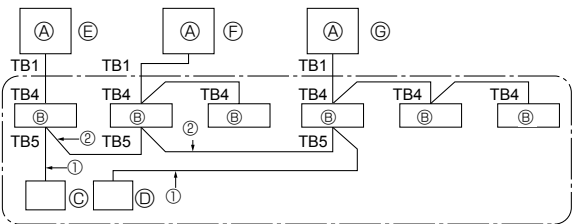

Fig. 9-1
- ① Включите питание (автоматическим выключателем).
- ② После закрытия запорного крана газа установите переключатель SW1-1 на пульте управления наружного прибора в положение ON. Компрессор (наружный прибор) и вентиляторы (внутренний и наружный приборы) начинают работать, и начинается процедура восстановления хладагента. На пульте управления наружного прибора горят индикаторы LED1 и LED2.
- ③ Поскольку прибор автоматически останавливается через приблизительно две- три минуты после процедуры восстановления хладагента (индикаторы LED1 и LED2 горят), необходимо быстро закрыть запорный клапан газа. Пока индикаторы LED1 и LED2 горят и наружный прибор остановлен, полностью откройте запорный клапан жидкости и через 3 минуты повторите шаг ②.
- ④ Отключите питание (автоматическим выключателем).
9. Управление системой (Fig. 9-1)